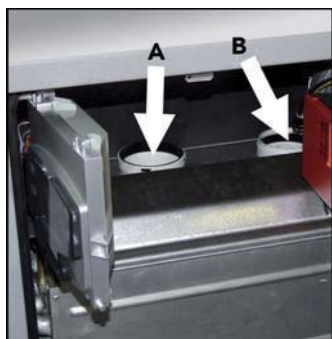

рис. 30 - Заполнение сифона
**!** Прежде чем приступать к подключению аппарата к дымоходу откройте кожух и налейте в сифон около 0,5 л воды через отверстия для удаления дымовых газов (см. рис. 30) **A** и **B** для модели **ЕCONCEPT 101/101i** или только **A** для модели **ЕCONCEPT 51/51i**.